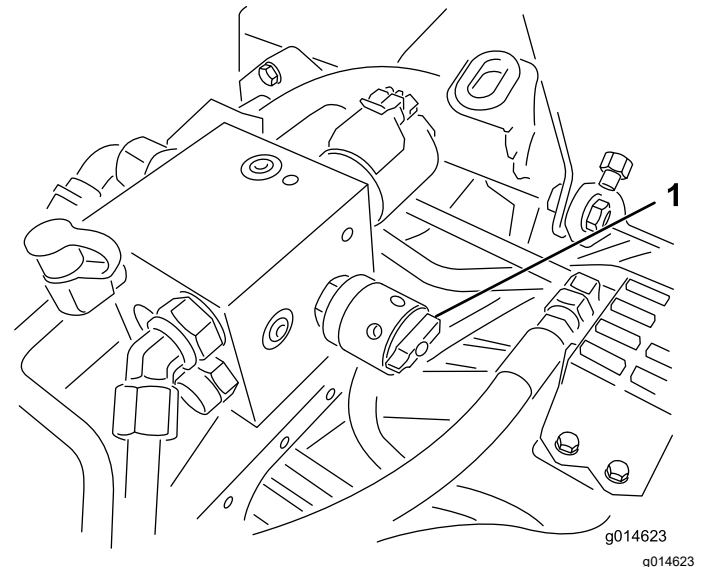

Figura 52
6. Gire el control de velocidad de molinetes al ajuste 1 (Figura 52).
4. Ajuste la velocidad de los molinetes girando el pomo (Figura 52) hasta que las flechas estén alineadas con el número determinado en el paso 3.